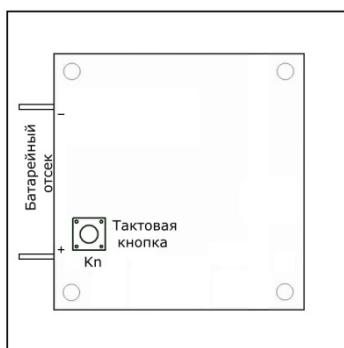

Рисунок 6.1. Плата радиокнопки MP-411Q3
2. Снять крышку и установить в батарейный отсек батарею питания типа ЗА (рис.6.1).